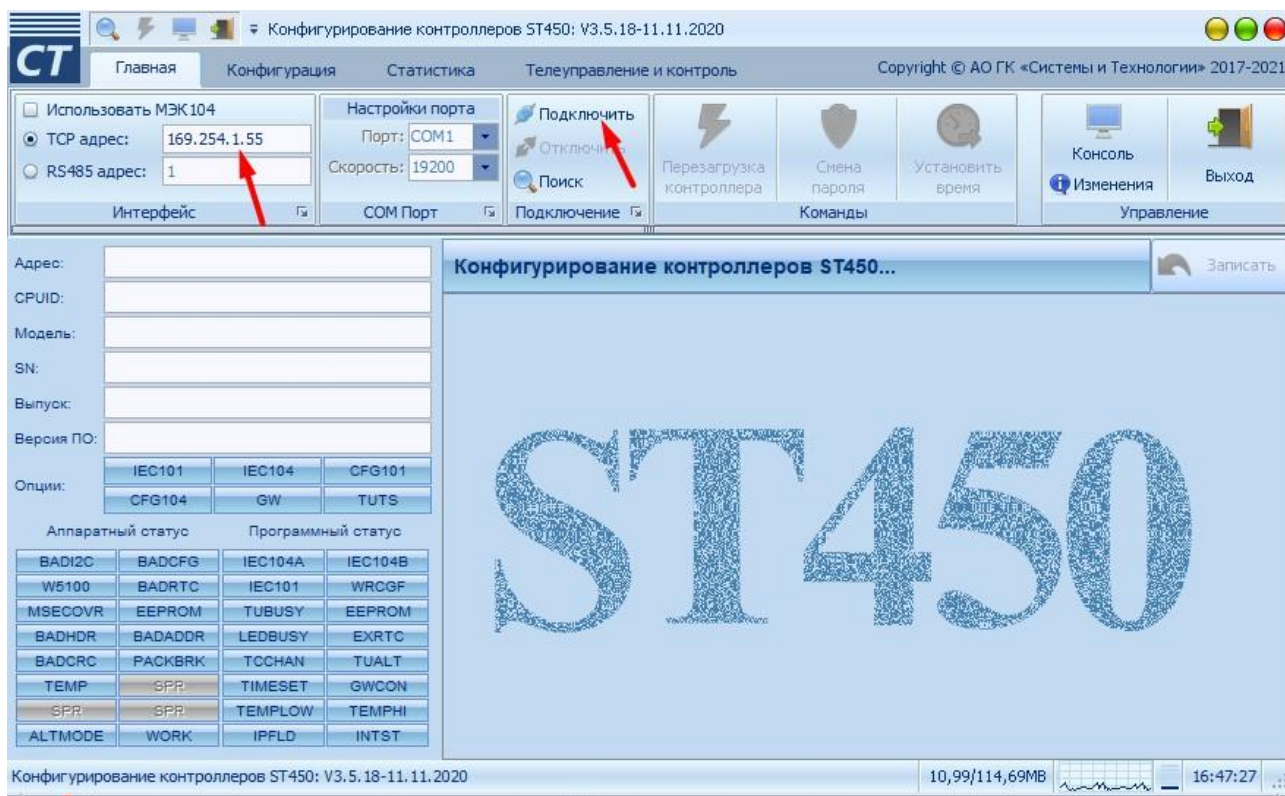

Рис. 2. Подключение к модулю ST450 по сети «точка - точка».
2. В конфигураторе в поле «TCP адрес» ввести сетевой адрес (IP) адрес модуля ST450 в соответствии с заводскими настройками: 169.254.1.55. Для подключения к модулю нажать кнопку «Подключить» (см. Рис. 2.).